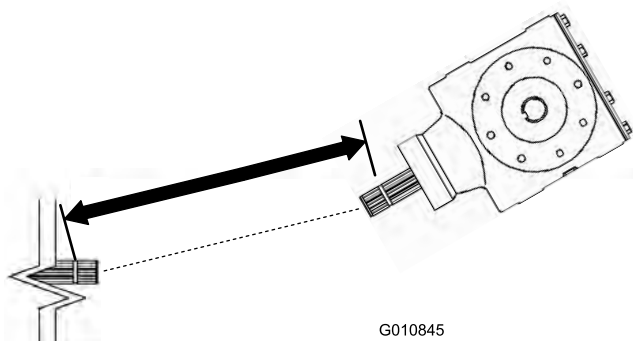
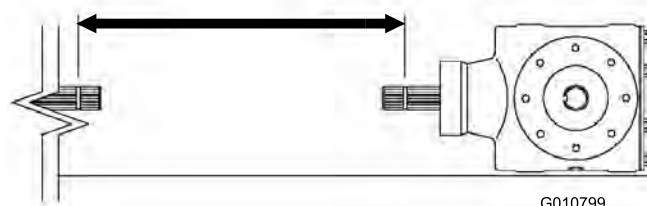
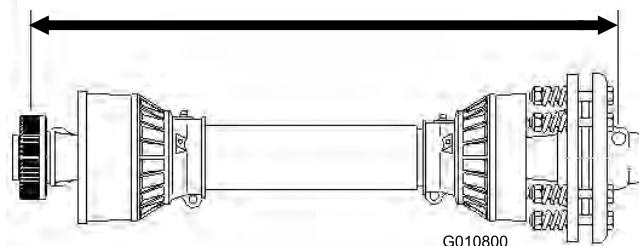

Figura 10
Figura 12
Figura 13
3. Meça a distância entre a folga na extremidade no eixo da tomada de força do tractor e a folga no eixo da tomada de força da transmissão do arejador (Figura 10). Registe esta distância. Exemplo: 67 cm.
5. Meça a distância entre a folga na extremidade no eixo da tomada de força do tractor e a folga no eixo da tomada de força da transmissão do arejador (Figura 12). Registe esta distância. Exemplo: 70 cm.
6. No eixo da tomada de força, meça a distância entre o centro da esfera do pino de bloqueio numa extremidade e o centro do botão do pino de bloqueio na outra extremidade (Figura 13). Registe esta distância. Exemplo: 81 cm.
7. Utilizando a menor das duas medidas em Figura 12 e Figura 10, subtraia essa distância à distância em Figura 13. Exemplo: 81 cm menos 67 cm igual a 14 cm.